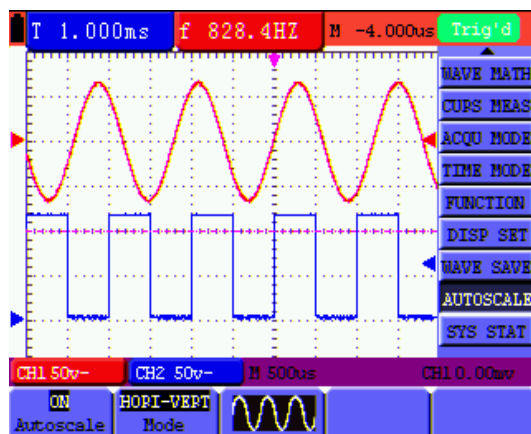

Fig. 51: Función de escala automática: formas de onda horizontal-vertical de periodos múltiples
6. Pulse **F3** y seleccione  . Verá una pantalla como la siguiente (fig. 51):